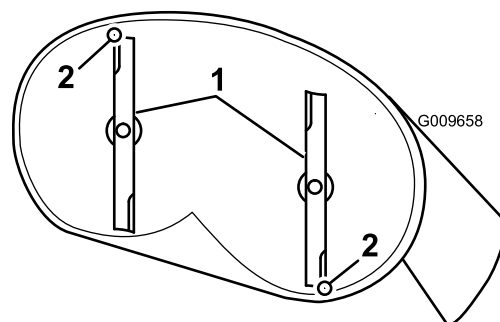
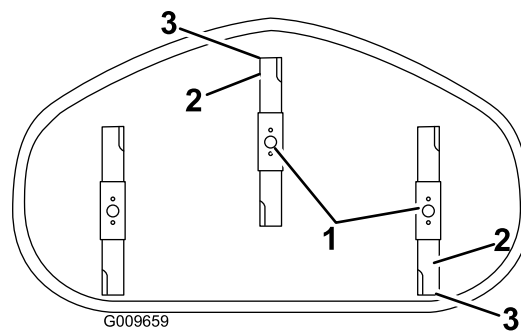

Figura 62
Figura 63
4. Rode com cuidado as lâminas para ficarem viradas da frente para trás (Figura 62 e Figura 63).
5. Meça da ponta da lâmina da frente até à superfície plana e da ponta da lâmina de trás até à superfície plana (Figura 62).
7. Após o ajuste, verifique a inclinação entre a frente e a traseira, continue a ajustar a porca até a ponta da lâmina frontal ficar 1,6 a 7,9 mm mais baixa que a ponta da lâmina traseira (**Figura 62**).